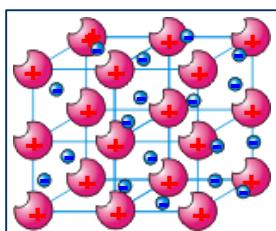

Рис. 62.
10. Металлы в твердом состоянии, как известно, имеют кристаллическое строение. Частицы в кристаллах расположены в строго определенном порядке, образуя, пространственную кристаллическую решетку. В узлах кристаллической решетки расположены положительные ионы, а в пространстве между ними – свободные электроны (рис. 62). Они не связаны с ядрами своих атомов и движутся беспорядочно.